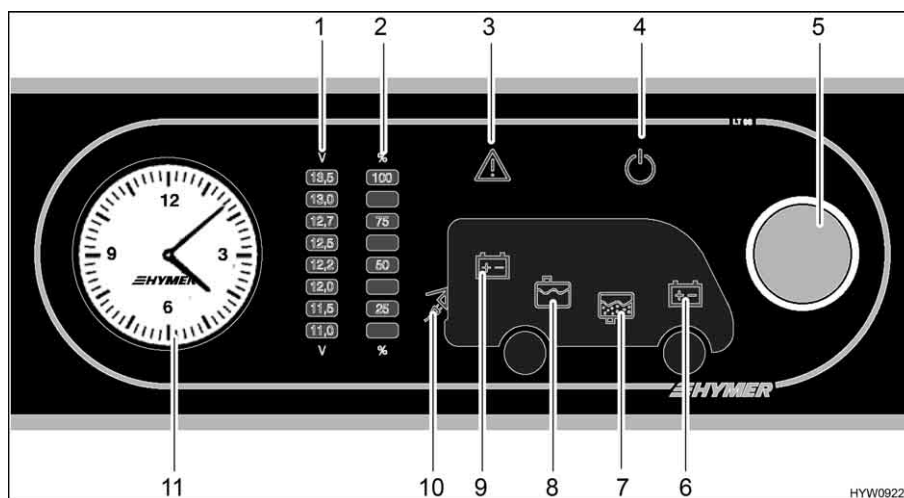

Fig. 138 Pannello di controllo (LT 98)
Il pulsante a rotazione (Fig. 138,5) inserisce o disinserisce il pannello di controllo e l'alimentazione a 12 V dell'abitacolo.
Accensione: ■ Premere il pulsante a rotazione (Fig. 138,5): L'alimentazione a 12 V dell'abitacolo è inserita. La spia di controllo a 12 V (Fig. 138,4) diventa verde.
Spegnimento: ■ Premere il pulsante a rotazione (Fig. 138,5): L'alimentazione a 12 V dell'abitacolo è disinserita. La spia di controllo a 12 V (Fig. 138,4) si spegne.
Mediante il pulsante a rotazione (Fig. 138,5) si possono interrogare sia la tensione della batteria dell'abitacolo che la tensione della batteria di avviamento. La tensione viene visualizzata sulla scala indicatore per la tensione della batteria (Fig. 138,1).
Indicazione: ■ Ruotare il pulsante a rotazione (Fig. 138,5), finché si accende il simbolo della batteria della quale deve essere interrogata la tensione.
Viene indicata la tensione della batteria dell'abitacolo (Fig. 138,9)
Viene indicata la tensione della batteria di avviamento (Fig. 138,6)
- Leggere la tensione sulla scala indicatore della tensione della batteria (Fig. 138,1).
Mediante il pulsante a rotazione (Fig. 138,5) si possono interrogare sia il livello del serbatoio dell'acqua che il livello del serbatoio delle acque grigie. Il livello viene visualizzato sulla scala indicatore livello dei serbatoi (Fig. 138,2).
- Ruotare il pulsante a rotazione (Fig. 138,5), finché si accende il simbolo del serbatoio del quale deve essere interrogato il livello.
Viene indicato il livello del serbatoio dell'acqua (Fig. 138,8)
Viene indicato il livello del serbatoio delle acque grigie (Fig. 138,7)
- Leggere il livello sulla scala indicatore del livello serbatoio (Fig. 138,2).
La spia luminosa Alarm (Fig. 138,3) lampeggia non appena i valori limite fissati vengono superati per eccesso o per difetto.
La spia luminosa Alarm (Fig. 138,3) lampeggia non appena la tensione della batteria scende al di sotto di 11 V. Se l'alimentazione a 12 V è accesa, si accende anche il relativo simbolo della batteria (Fig. 138,6 o 9), e l'indicatore "11,0" sulla scala indicatore della tensione della batteria (Fig. 138,1) lampeggia. Rischio di uno scaricamento totale della batteria.
La spia luminosa Alarm (Fig. 138,3) lampeggia ed il relativo simbolo del serbatoio (Fig. 138,7 o 8) si accende non appena il serbatoio dell'acqua è vuoto o il serbatoio delle acque grigie è pieno.
La spia di controllo a 230 V (Fig. 138,10) si accende quando all'ingresso della centralina elettrica è presente una tensione di rete.